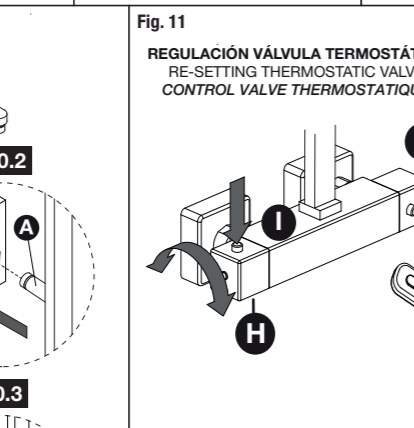

Fig. 11
1) Abrir el paso del agua (G), girar la maneta de regulación de temperatura (H) con el pulsador de seguridad apretado (I), hasta el punto en que el termómetro marque constantemente 38° C (usar un termómetro médico normal) (Fig. 11).
1) Turn on the faucet (G), then adjust the temperature handle (H) with the security button pressed (I) till the thermometer reads 38° C (use a medical conventional thermometer) (Fig. 11).
1) Ouvrir le robinet (G), tourner le levier de commande thermostatique (H) avec le bouton de sécurité éteinte (I), au point où le thermomètre indique en permanence à 38 ° C (en utilisant une normale médicale thermomètre) (Fig. 11).